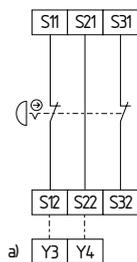

Fig. 14
**Circuit d'arrêt d'urgence à deux canaux avec organes de commande selon DIN EN ISO 13850 (EN 418) et EN 60947-5-5 (Fig. 14)**